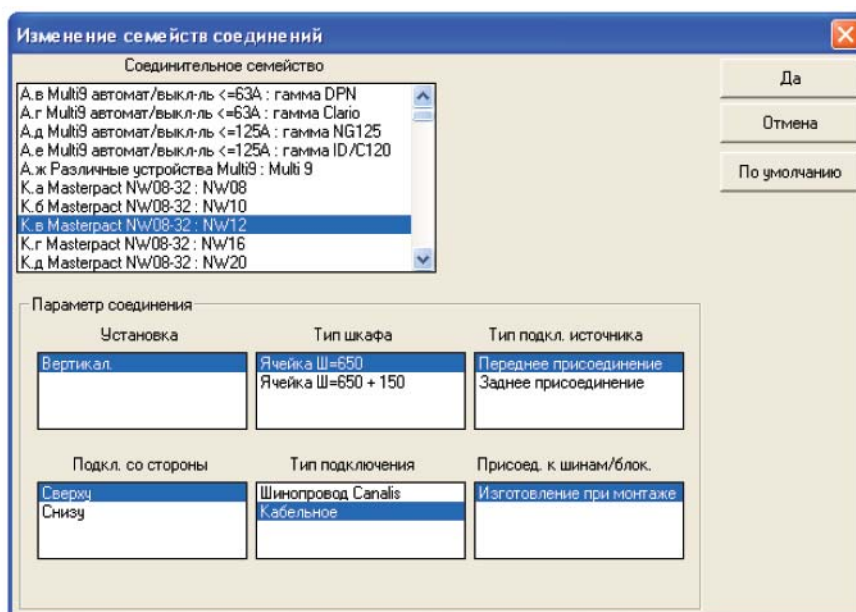

Рис. 102
- 18) Запускаем команду **Настройки→Стандартные соединения и сборки**. Находим в списке устройств Masterpact NW08-32: NW12 (рис. 102). Задаем все настройки для NW12 и нажимаем “Да”.